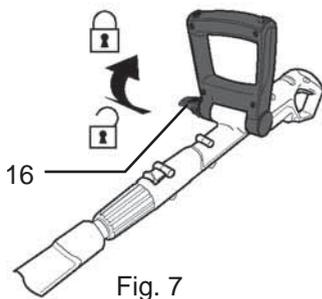

Fig. 7
- > Serrez l'axe de blocage rapide (16) en le tournant dans le sens des aiguilles d'une montre, puis verrouillez-le en abaissant le levier (Fig. 7, 8).